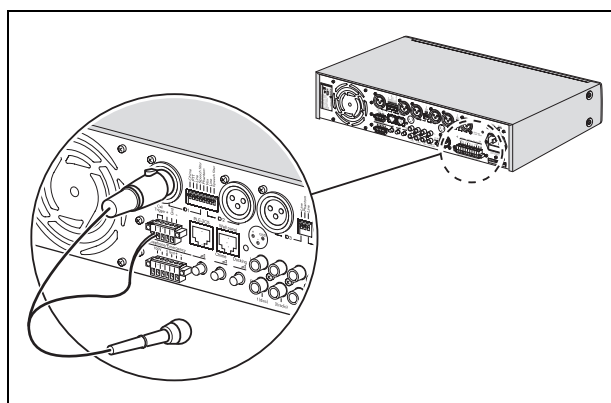

figura 4.3: conector XLR con activación
- conector XLR con activación. Véase figura 4.3.